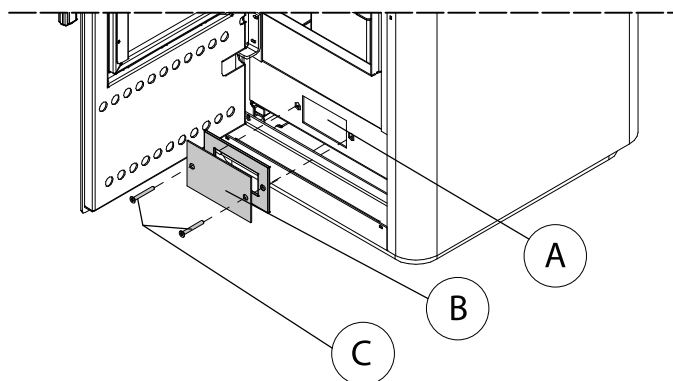

Fig. 6.1.2
- per un facile accesso al ventilatore (A) è sufficiente rimuovere il tappo (B), con relativa guarnizione, agendo sulle due viti (C) (Fig. 6.1.2).